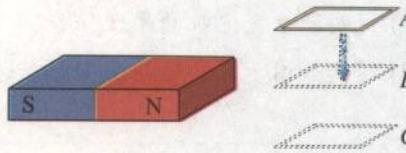

图 4.3-11 判断线圈内感应电流的方向
- 如图4.3-11所示，在水平放置的条形磁铁的N极附近，一个闭合线圈向下运动并始终保持水平。在位置B，N极附近的磁感线正好与线圈平面平行。试判断线圈在位置A、B、C时感应电流的方向。